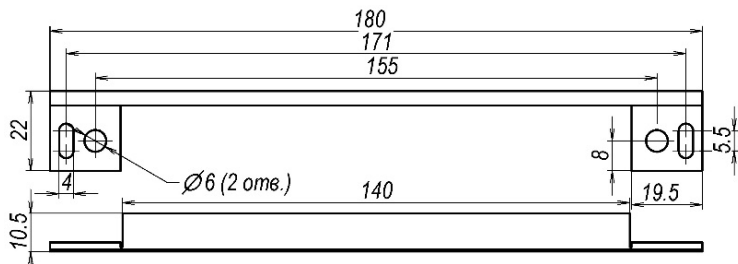

Рисунок 6 - Декоративная планка
5.4 Для скрытия зазоров (щелей), образующихся в процессе установки корпусной части в дверную коробку в качестве декоративного элемента используется **планка 250SD**, выполненная из нержавеющей стали (рисунок 6).